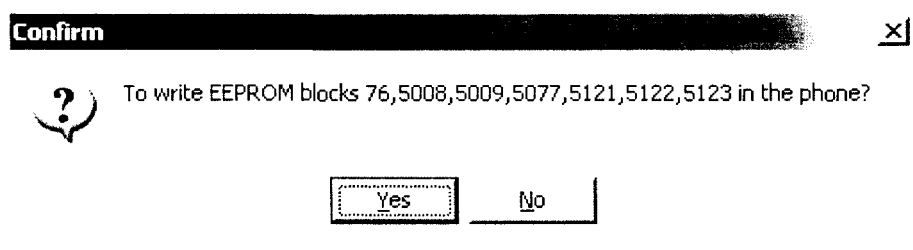

Рис. 1.3.6. Запрос на запись блоков EEPROM в телефон
- кнопки чтения и расчета ключей телефона. Для этого после перевода телефона в сервисный режим нажимают кнопку «Read and Calc Keys». При этом, если установлен флажок «Create Blocks», будут сгенерированы блоки 76, 5008, 5009, 5077, 5121, 5122, 5123 EEPROM, которые будут записаны в файл «_NewSec*.eep», и выведен запрос на запись их в телефон (рис. 1.3.6);